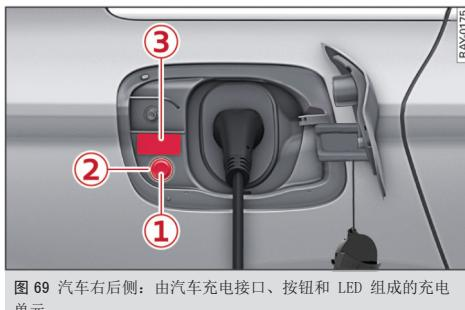

图 69 汽车右后侧：由汽车充电接口、按钮和 LED 组成的充电单元
⇒ 95 页，图 69。
- ▶ 在给汽车解锁后点按按钮 ① ⇨ 第 95 页, 图 69。
在充电单元上有一个 LED 显示当前的充电状态 ② ⇨ 第 95 页, 图 69。在充电单元上的标贴 ③ 上标有关于不同显示的信息。